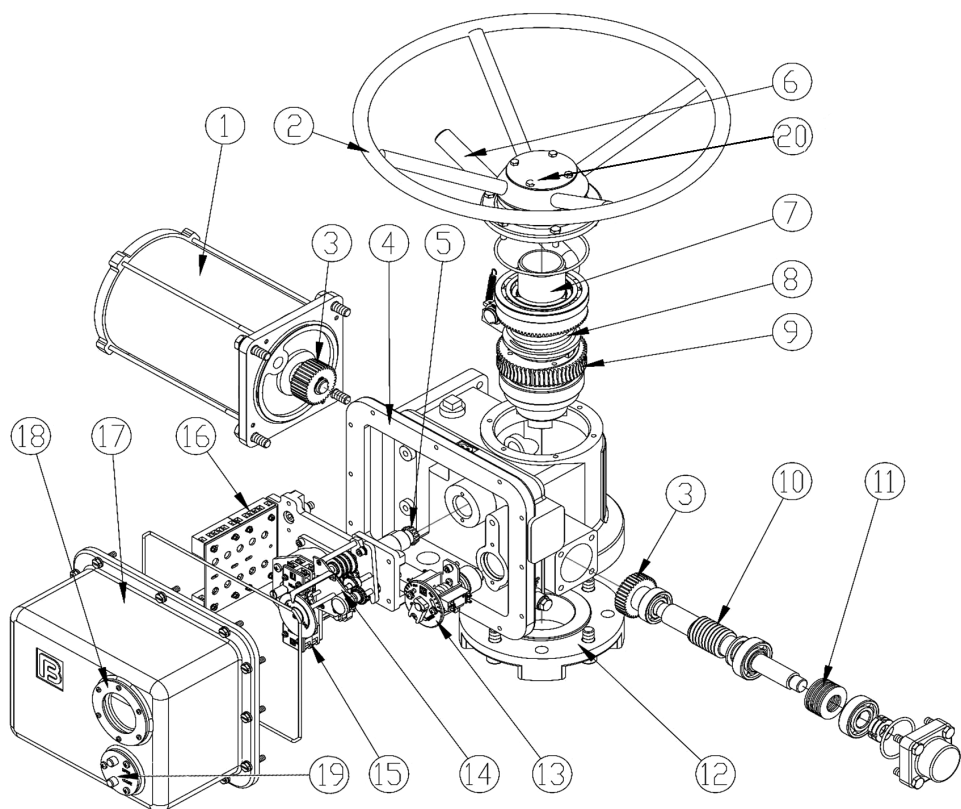
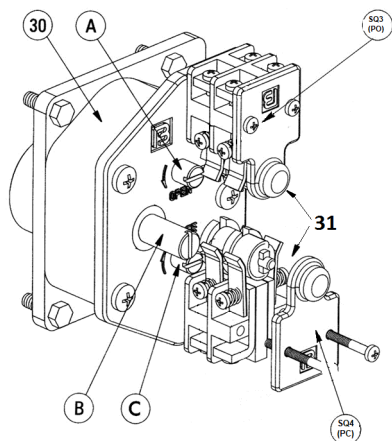

Рис.1 Электроприводы ГЗ-А, ГЗ-Б
Рис. 2 Ограничитель хода выходного вала
2.1 Электроприводы ГЗ-А, ГЗ-Б (рис. 1)
Ограничитель хода выходного вала состоит из редуктора 30 (рис. 2) и роторного механизма микровыключателей.
Двухсторонняя муфта ограничения крутящего момента (13) (рис. 1) состоит из червячного вала (10), сбалансированного по осевым перемещениям тарельчатыми пружинами (11) и ограничителя крутящего момента с пластиной С (рис 3).
Индикатор положения затвора арматуры (15) (рис. 1) состоит из набора установочных шестерен, омического датчика (опционально) (40), регулируемых дисков с указателем положения затвора (47, 48). На стержне (42) имеется 4 зубчатых зацепления, позволяющих фиксировать шестерню (43), для трехступенчатой индикации положения затвора арматуры.
Вращение от электродвигателя (1) (рис.1) через прямозубую цилиндрическую шестерню (3) передаётся на червячный редуктор (9, 10), который обеспечивает вращательное движение выходного вала (7) и через кулачковую муфту преобразуется в поступательное движение штока затвора арматуры.
Ограничитель хода выходного вала (рис. 2) через переходной вал (5) (рис. 1) механически связан с выходным валом электропривода. После надлежащей настройки ограничитель хода выходного вала соответствует определенным положениям затвора. При достижении затвором арматуры этих положений срабатывают соответствующие микровыключатели, отключая электропитание электродвигателя.
Индикатор положения затвора арматуры (15) (рис. 1) механически связан с валом ограничителя хода выходного вала. После надлежащей настройки указания индикатора соответствуют определенным положениям затвора арматуры независимо от режима работы электропривода – ручного или электрического.